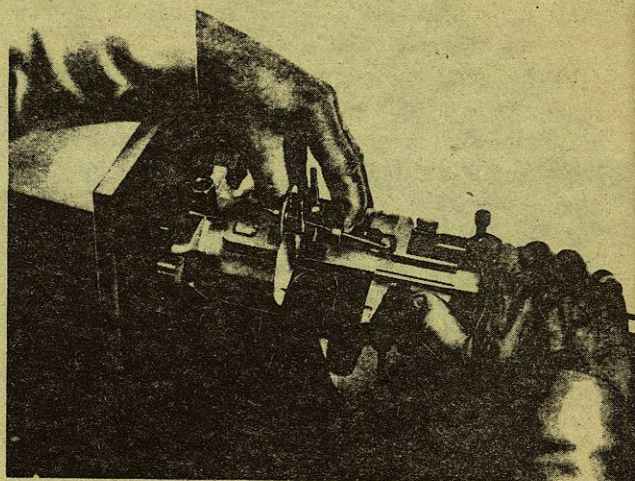

Fig. 40 Reglaje del enganche de un regulador mecánico
40. Regle la distancia interna entre un espárrago de control del regulador y el pasador de la palanca de la válvula dosificadora a la cifra indicada en las especificaciones de prueba (Fig. 40). El ajuste se hace atornillando o desatornillando la tuerca del extremo de la palanca de enganche. Cuando lo regle, aplique una ligera presión sobre el brazo de mando del regulador para mantener la válvula en la posición de completamente abierta, y el calibre debe mantenerse paralelo al eje de la bomba.
- Nota: (1) En las bombas con eje de transmisión de una sola pieza, el eje de transmisión debe impulsarse axialmente hacia afuera del conjunto del cabezal hidráulico y del rotor